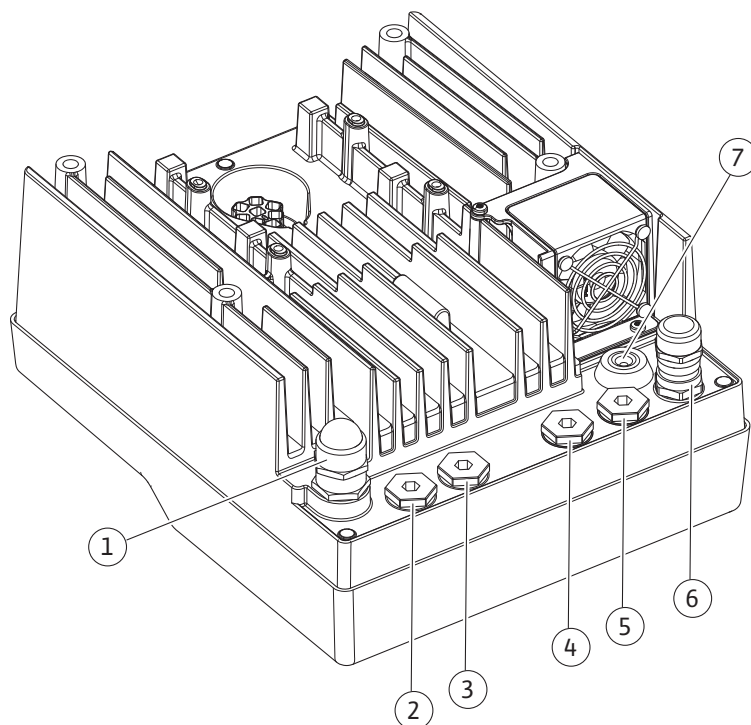

Fig. 10: Dławiki przewodów/przepusty kablowe (0,55 kW ... 7,5 kW)
W module elektronicznym (Fig. 10) znajduje się sześć przepustów kablowych do skrzynki zaciskowej. Kabel zasilania elektrycznego wentylatora elektrycznego jest fabrycznie zamontowany na module elektronicznym.
4. Przełożyć przewód zasilający przez dławik przewodu M25 (Fig. 10, poz. 1, dla 0,55 kW ... 7,5 kW).